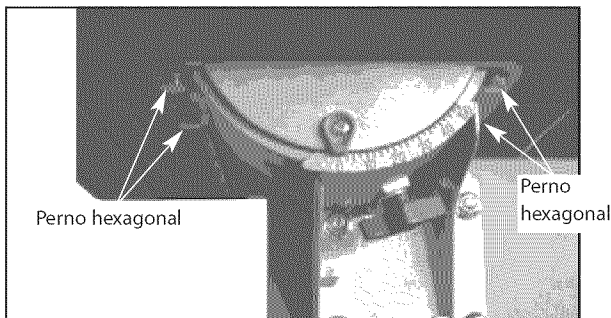

Figura 3 – Pernos Hexagonales para el Muñón
- Afloje los cuatro pernos hexagonales que fijan la mesa en el muñón superior de la misma (véase la Figura 3).